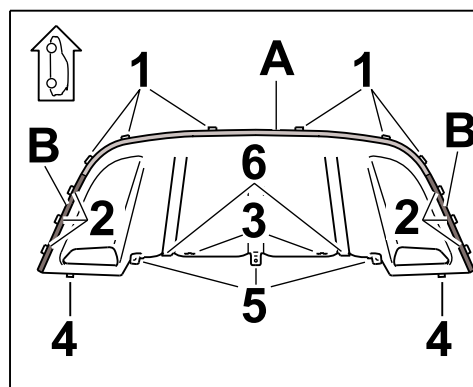
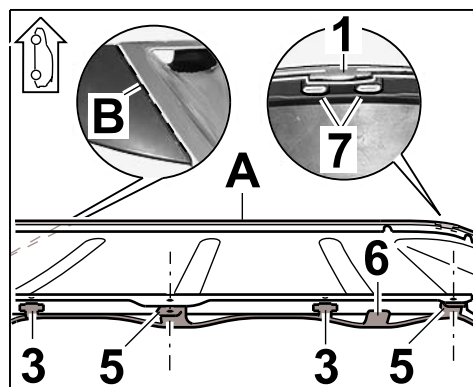

Рис. 7
Рис. 8
- 2.1 Положить накладку передней части кузова нижней стороной на чистую тканевую поверхность (⇒ Рис. 7).
- 2.2 Положить передний спойлер нижней стороной на накладку передней части кузова и направить стопорные выступы накладки передней части кузова слева / справа (в общей сложности 6 шт. ⇒ Рис. 7 -2-) в соответствующие продольные отверстия переднего спойлера.
- Кромка накладки передней части кузова (спереди, ⇒ Рис. 8 -A-) прилегает заподлицо к переднему спойлеру;
- Кромка накладки передней части кузова (слева / справа ⇒ Рис. 7 -B-) находится в зазоре переднего спойлера (левая сторона: ⇒ Рис. 8 -лупа B-);
- Стопорные выступы (⇒ Рис. 7 -1 / 2 / 3-) находятся перед / в соответствующих монтажных точках (пример спереди справа: ⇒ Рис. 8 -7-);
- Отверстия в крепежной проушине накладки передней части кузова (⇒ Рис. 7 -5-) симметрично по отношению к отверстиям в крепежной проушине переднего спойлера (⇒ Рис. 8 -5-).